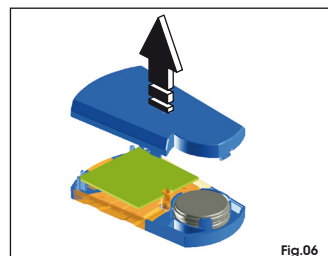

Fig.06
- Retire la carcasa ya desenganchada (Fig.06).
- Die freigegebene Schale entfernen (Abb.06).
- Verwijder de behuizing zodra hij is losgemaakt (Fig.06).